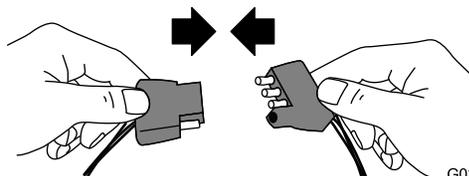

Figure 28
1. Branchez le connecteur électrique de la machine au connecteur électrique du véhicule tracteur (Figure 28).